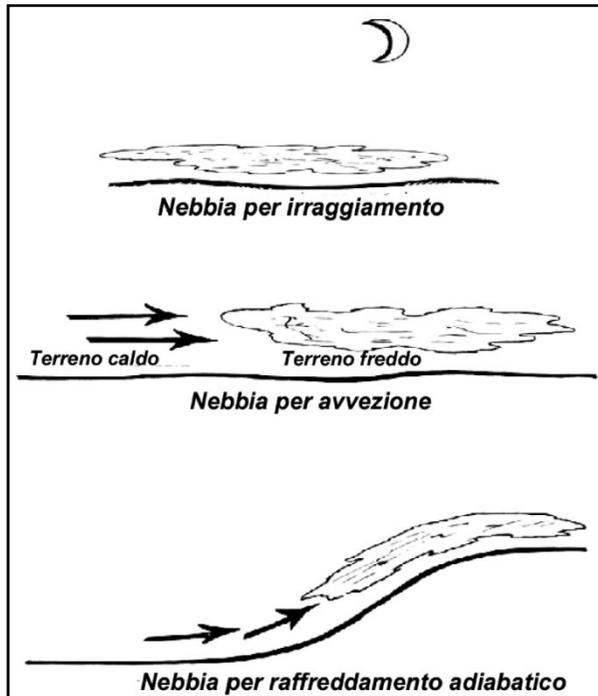

FIG. 15 – NEBBIA
c) **NEBBIA DA IRRAGGIAMENTO** (si forma durante la notte o all'alba, quando il terreno è più freddo dell'aria umida sovrastante). **FIG. 15**